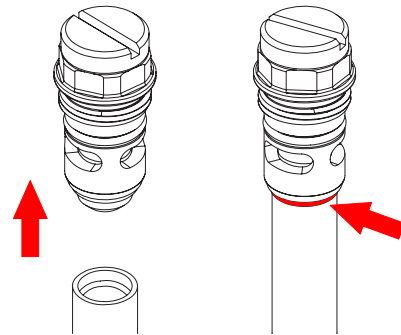

Figura 16 Deconectarea tubulaturii de la bușoanele de acces
3. Vezi figura 16. Trageți vechea tubulatură de fluidizare de pe bușoanele de acces, apoi așezați noua tubulatură de fluidizare pe inelul O roșu.